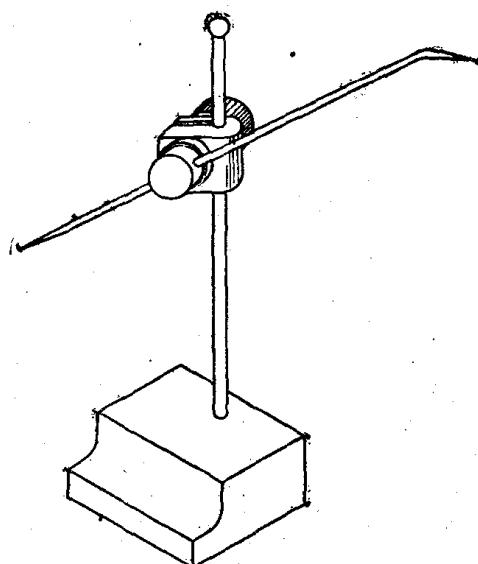

图1-3 划线盘
2. 划线盘（图1-3） 划线盘主要用于找正工件或划线，划针位置可以按工作需要进行调整。